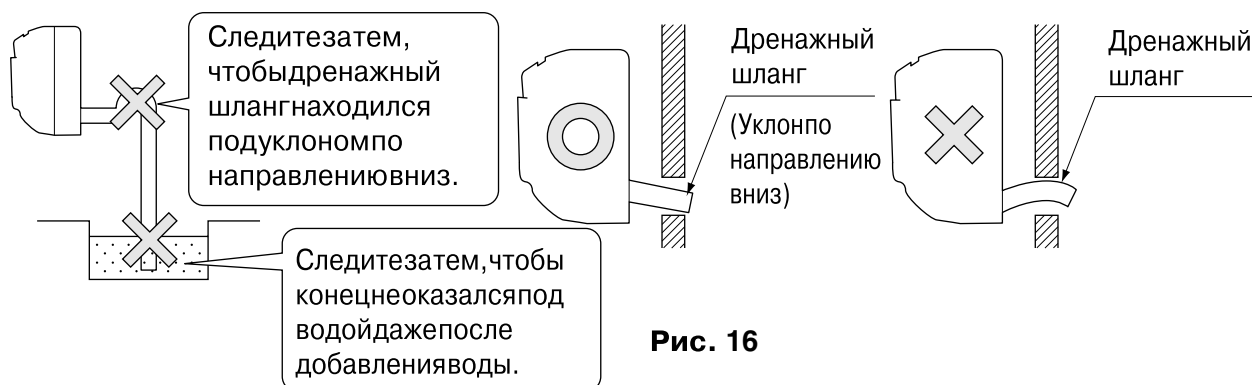

Рис. 16
### (1) Установите дренажный трубопровод. (См. рис. 16)
- При подключении дренажных труб соблюдайте указания на Рис. 16.